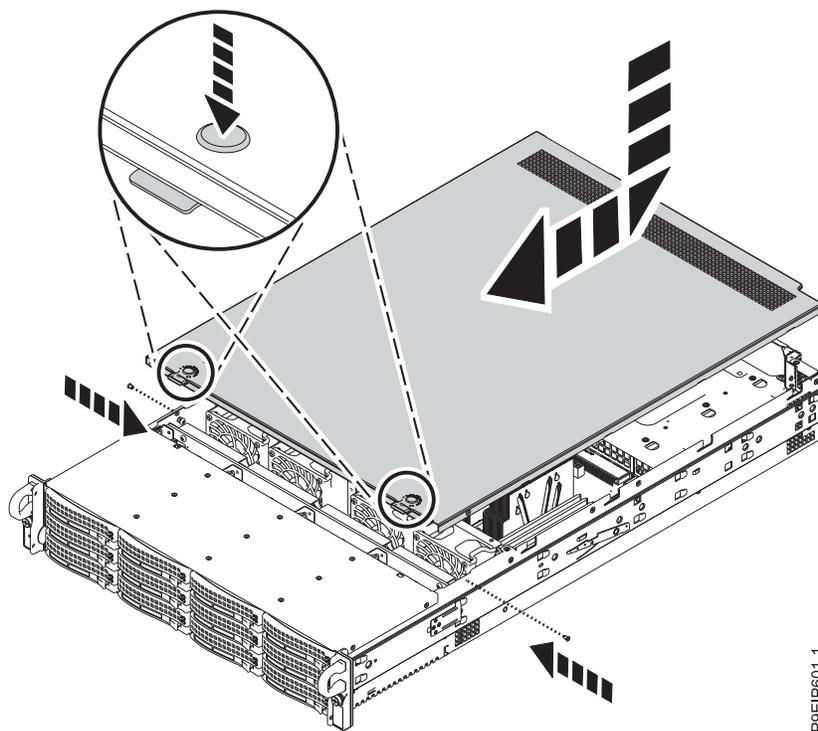

図 107. カバーの再取り付けと固定
2. カバーを所定の位置に収まるまで前方にスライドさせます (図 107 を参照)。